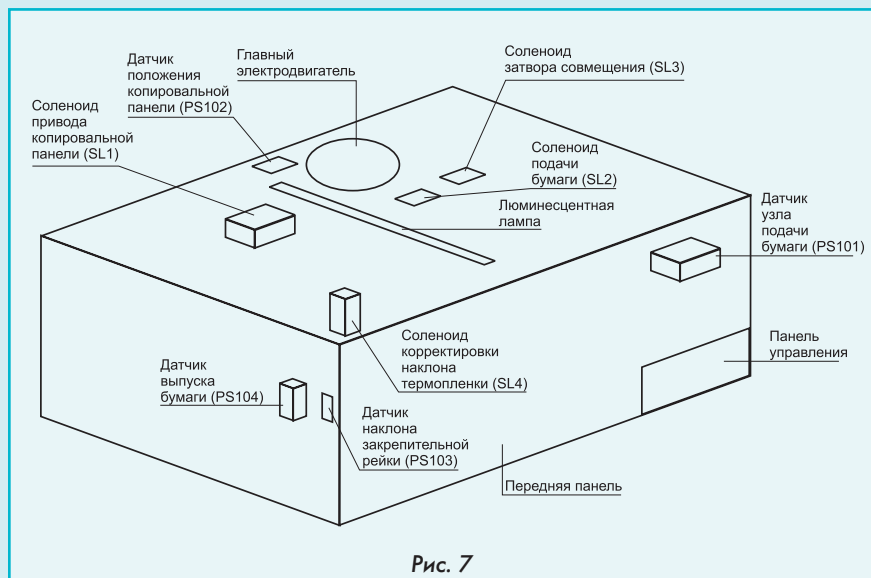

Рис. 7
**Р**асположение узлов копировального аппарата (вид в разрезе) показано на рис. 6, а электрических исполнительных элементов — на рис. 7.
| E1                                          | 1. Смещение термопленки из-за механической неисправности закрепительного узла.2. Неисправен датчик наклона закрепительной рейки (PS103).3. Разрыв термопленки (см. рис. 6).4. Неисправен соленоид корректировки наклона термопленки SL4 (см. рис. 7, 8).5. Неисправна плата датчика закрепительного узла (см. рис. 8, 10).6. Неисправны элементы платы контроллера постоянного тока (см. рис. 11)              | Термопленка имеет разную ширину и ее вращение приводит к периодическому срабатыванию датчика наклона термопленки. Если через 4 с не произошло изменения состояния датчика наклона термопленки, копирование прекращается, высвечивается код ошибки.                                                                             |
| E2                                          | 1. Неисправны элементы платы контроллера постоянного тока (см. рис. 11).2. Неисправен механический привод копировальной панели.3. Неисправен соленоид привода копировальной панели SL1 (см. рис. 7, 8).4. Неисправен датчик положения копировальной панели PS102 (см. рис. 7, 8)                                                                                                                                       | Код ошибки высвечивается если:1) после пуска копирования копировальная панель не достигает крайнего левого положения;2) не срабатывает датчик положения копировальной панели при ее достижении крайнего левого положения                                                                                               |
проверяют факт срабатывания соленоидов подачи бумаги SL2 и совмещения SL3 (см. рис. 7, 8);
проверяют факт срабатывания соленоида привода копировальной панели SL1 (см. рис. 7, 8);
проверяют факт срабатывания датчика выпуска бумаги (см. рис. 7, 8, 10);